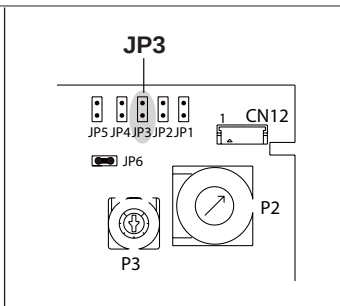

fig. 4b
- zdjąć pokrywę komory spalania (D) oraz obejmę z zamocowaną świecą żarową (D1)
- wymontować przewód łączący zawór gazowy i palnik (E), odkręcając obie nakrętki z odpowiednimi uszczelkami (E1)
- wymontować kolektor LPG i wyjąć wewnętrzny element (M) który następnie powinien zostać zamontowany na kolektorze MTN
- wymontować przedni (I) i tylny (F) deflektor palnika, odkręcając śruby mocujące (H) na prawej obejmie i je wyeliminować
- wziąć kolektor MTN znajdujący się w zestawie, umieścić w jego wnętrzu element (M) (wcześniej wymontowany) jak pokazano na rysunku i zamocować wszystko do palnika za pomocą wcześniej wymontowanych śrub
- otwórz pokrywę inspekcyjną panelu sterowania, aby uzyskać dostęp do mostka JP3 na karcie sterowania (rys. 4b):